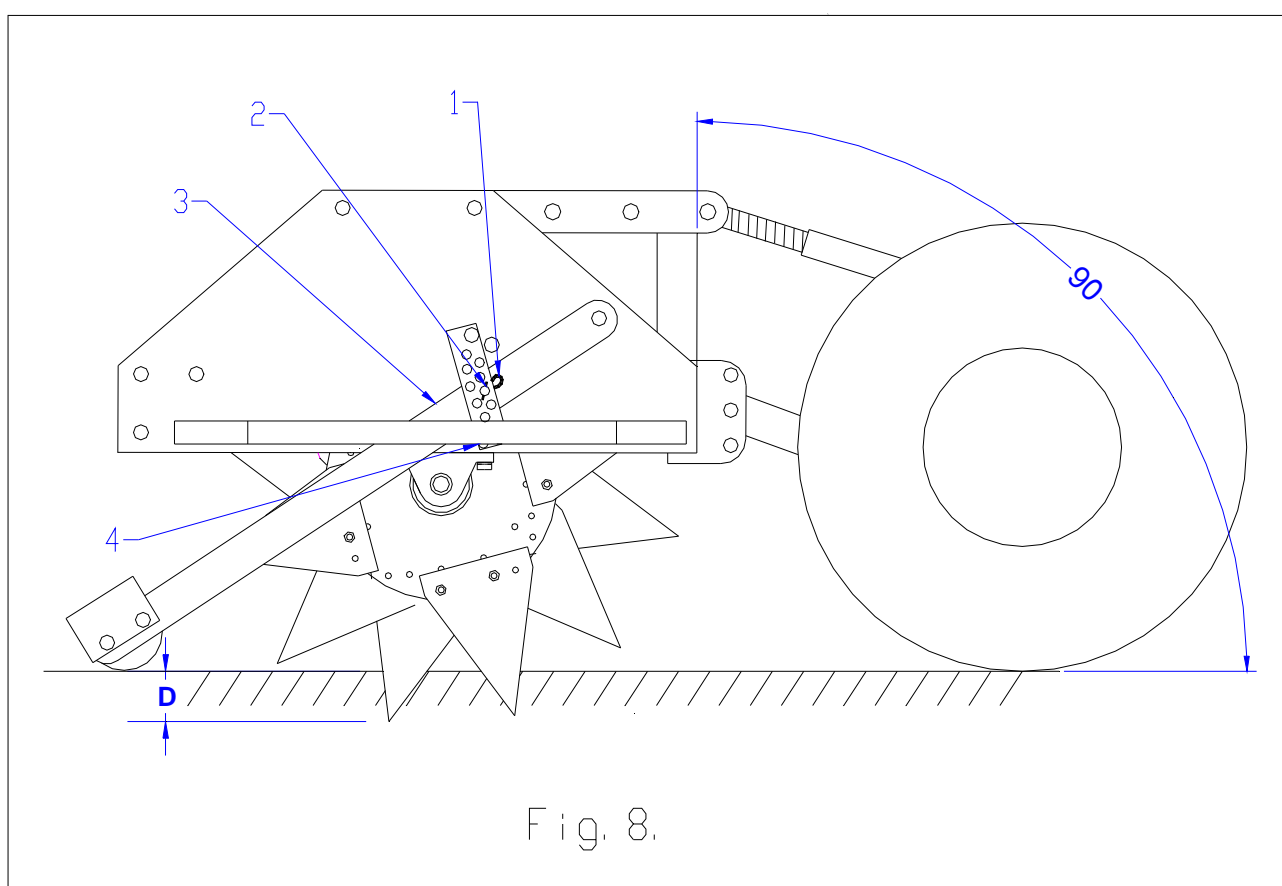

Fig. 8.
12.0 OPTIES (zie fig.8.)
Normaal, afhankelijk van de mes of pen grootte, kunnen er 3,4,6 of 12 messen verdeeld per schijf. Met de standaard kit, kunnen er 4 per schijf gemonteerd worden, zie fig. 8. Het is belangrijk om de messen zo te monteren als getoond in fig. 8. Gebruik bout 3 en moet 1. In het figuur is de gewenste draai richting eveneens aangegeven. Let op dat de rotor correct in het hoofd frame is gemonteerd, zodat de draai-inrichting ook goed is.
Wanneer er 6 diep slit messen per schijf worden gebruikt, is het belangrijk om deze op dezelfde wijze te monteren als getekend in fig.9. Gebruik de gaten als afgebeeld in fig. 8.